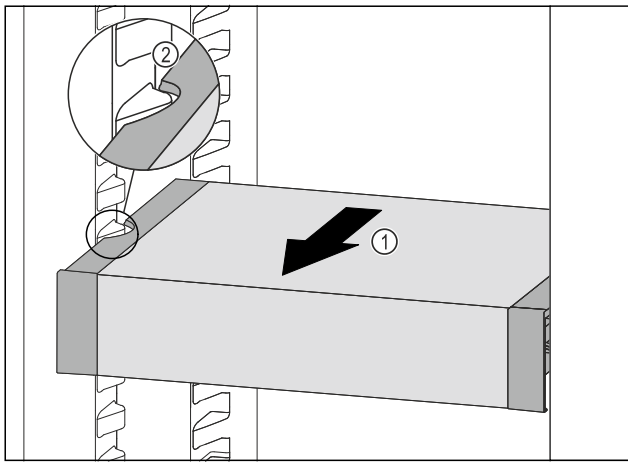

Fig. 109
- ▶ 向前拉动 VarioSafe Fig. 109 (1), 直至 VarioSafe 的侧部凹槽与冷藏区中的容器肋梁持平。 Fig. 109 (2)